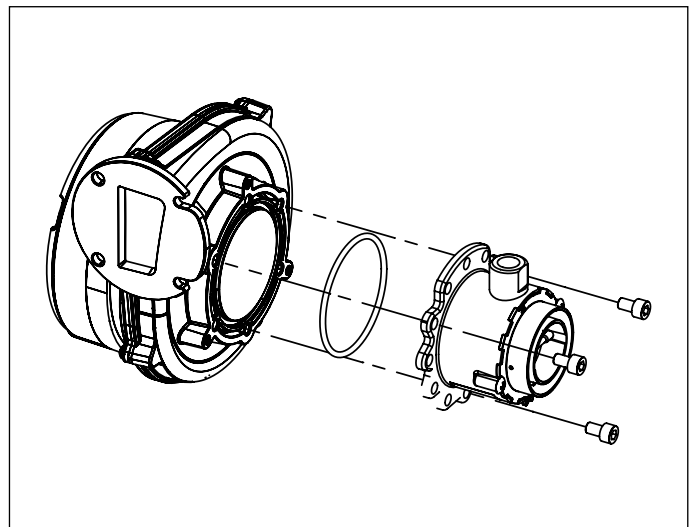

Fig. 31 Mezclador
- Quitar el mezclador desatornillando los tres tornillos Allen (ver Fig. 31 Mezclador).